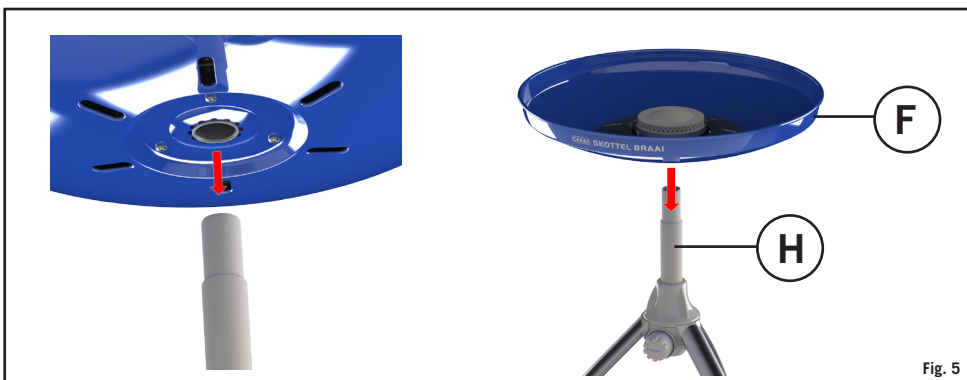

Fig. 5
- Plaats de brander pan (F) op de buis (H), en zorg ervoor dat hij op de juiste manier is afgedicht. (Fig. 5)